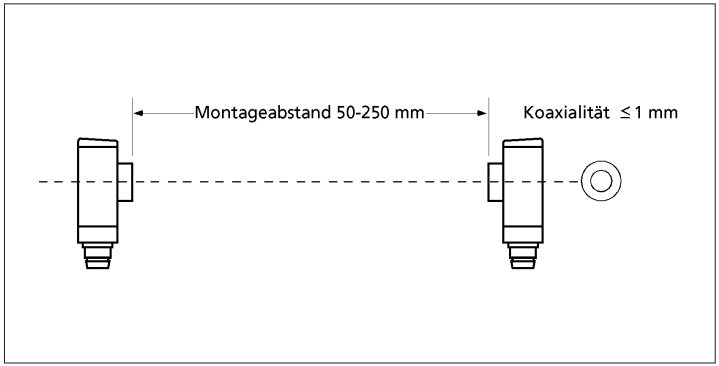

Abb. 3: Montage ews-15/CD
- Zwei Sensoren ews-15/CD im gewünschten Montageabstand am Einbaort befestigen (siehe Abb. 3), maximales Anzugsmoment: 0,5 Nm.